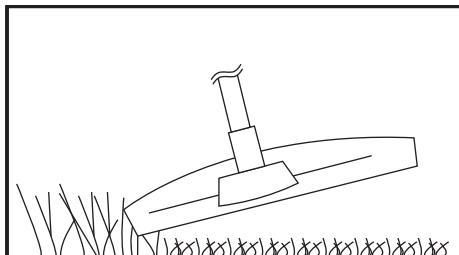

Rys. 18
4. Nigdy nie podnosić głowicy tnącej powyżej bioder (rys. 18); im wyżej znajduje się głowica tnąca, tym większe ryzyko wyrzucania przedmiotów.